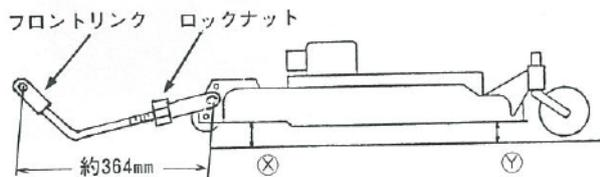

図 38 モアの調整
- (1) モア本体が水平になっているか調べるために図 38 のⓧとⓎを左右について測定してください。ⓧとⓎの差が10mm になっていればモア本体が水平になっています。
- (2) もし調整が必要な場合には、フロントリンクでモア本体の前後の傾きを調整してください。フロントリンクを外し、ロックナットを緩め時計方向に回すとフロントリンクが縮み、モア本体が上がります。左右のフロントリンクで調整ができたならロックナットを締めてください。
- (3) もし大きく動かすことになったら前後の傾きを調整した後、再び左右の傾きをチェックしてください。
- フロントリンクの長さは図 38 に示すように約364mm になるのが標準です。